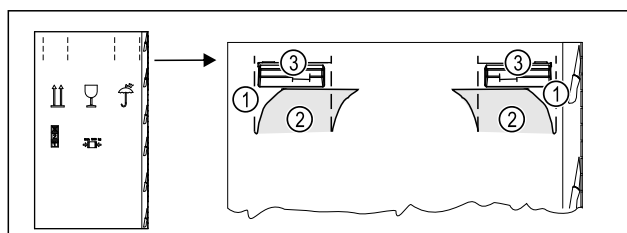

Fig. 6
- ▶ 按下包装箱顶部的易撕条 Fig. 6 (1)。
- ▶ 拉出已压入的箱体挡板 Fig. 6 (2)。
- ▶ 可看见左右提手 Fig. 6 (3)。
- ▶ 抓住冰箱的提手 Fig. 6 (3)。